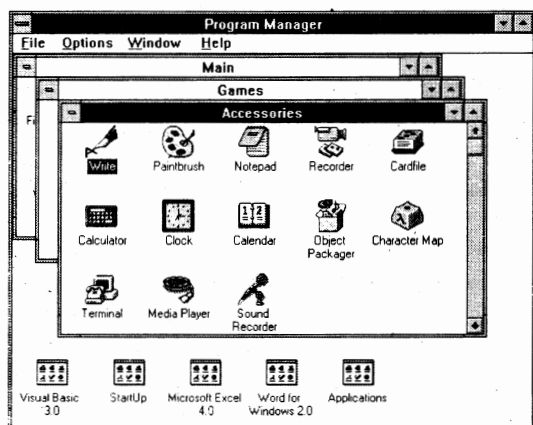

图 1 程序管理器
程序组和程序项是程序管理器的基本元素。根据功能不同,程序管理器应用程序窗口中把各类应用程序分成若干个程序组(如图 1 中 Main、Accessories、Games 等)。组是程序管理器的子窗口,组窗口中的应用程序以肖像形式出现,用户只需用鼠标在应用程序肖像(程序项肖像)上快速双击便可运行该应用程序。因而,简化了程序的运行。
(1) 单击 Example 程序组窗口或肖像, 确认它是当前活动的(例图 1 中 Accessories 即为当前活动的程序组窗口)。
(2) 从 File 菜单中选取 New, 出现 New Program Object 对话框。
(3) 选择 Program Item, 然后选择 OK, 系统给出 Program Item Properties 对话框。
(4) 在 Command Line 框中键入用户应用程序名(例 PC.EXE)。然后选择 OK, 系统将自动为 Example 组窗口创建一个 PC 程序项肖像。
(1) 选择任一打开的程序组窗口中的程序项肖像, 确认其为当前活动的。(例图 1 中 Accessories 组中 Write 即为当前活动的程序项)
(2) 选取 File 菜单中的 Open 命令。
- (1) 同时打开程序组窗口 Main、Accessories 和 Games, 使它们任意重叠排列。
- (2) 选择 Windows 菜单中的 Cascade 命令, 观察三个窗口的排列位置(如图1所示)。